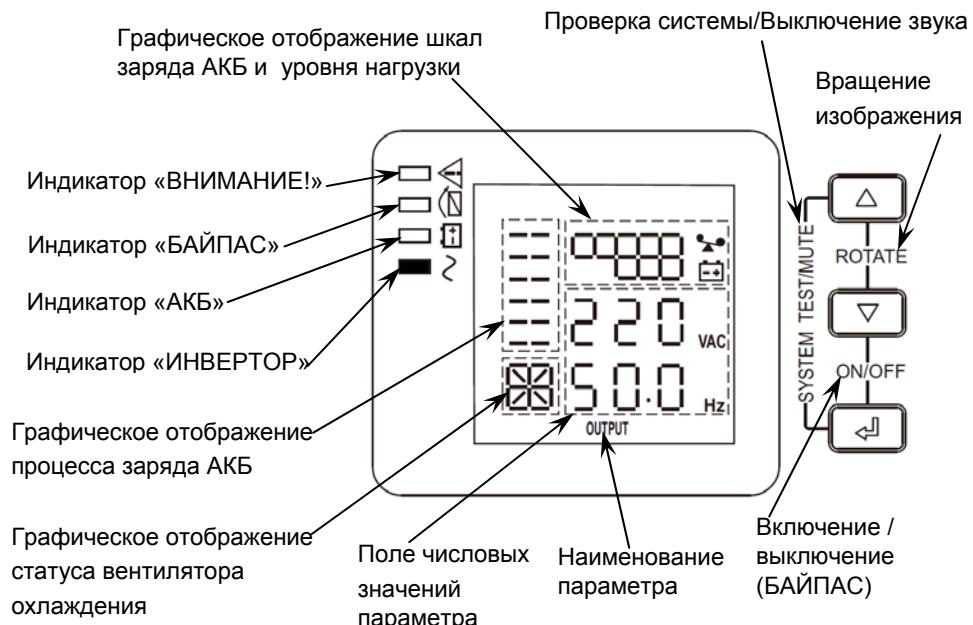

Рисунок 3. Передняя панель изделия при монтаже в горизонтальном положении (на ЖК-дисплее отображены выходные параметры изделия (параметр OUTPUT))
На ЖК—дисплее отображаются значения основных параметров изделия (см. рисунок 3).
- При наличии напряжения питающей сети в пределах допустимого диапазона (см. п.1...п.3 таблицы 1) изделие питает нагрузки и осуществляет заряд АКБ. На ЖК-дисплее отображается величина выходного напряжения и значение его частоты (см. рисунок 3).